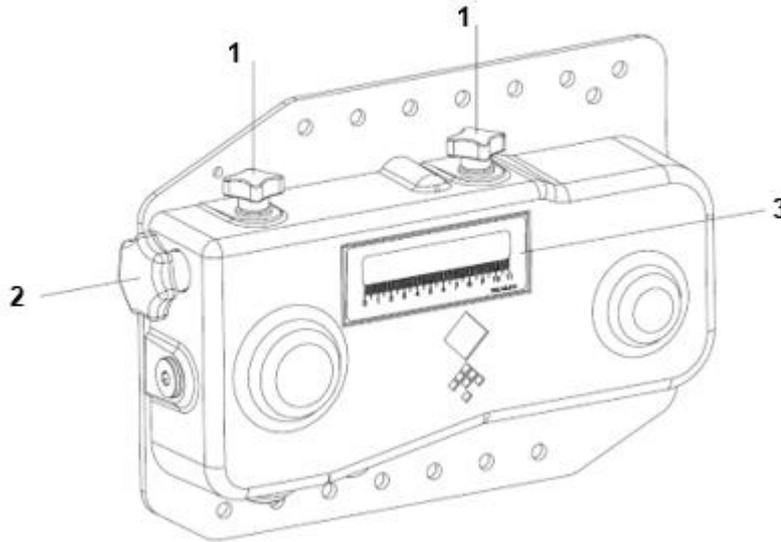

Figura 5
1. Alivie os punhos de arranque (1) (consulte a **Figura 5**).
2. Rode o punho de arranque (2) para alterar a configuração. A configuração pode ser lida na etiqueta (3).
3. Aperte novamente os punhos de arranque (1).